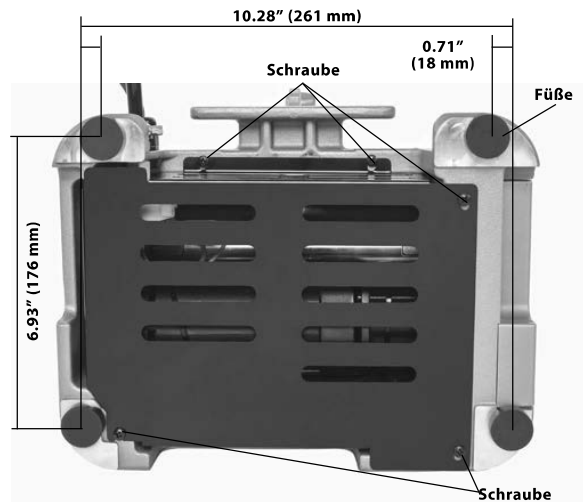

Abbildung 16 – Schrauben der unteren Abdeckung
2. Lösen Sie die fünf Schrauben, die die untere Abdeckung (Abbildung 16) halten, und entfernen Sie die Abdeckung (einige Schrauben bleiben an der Abdeckung).